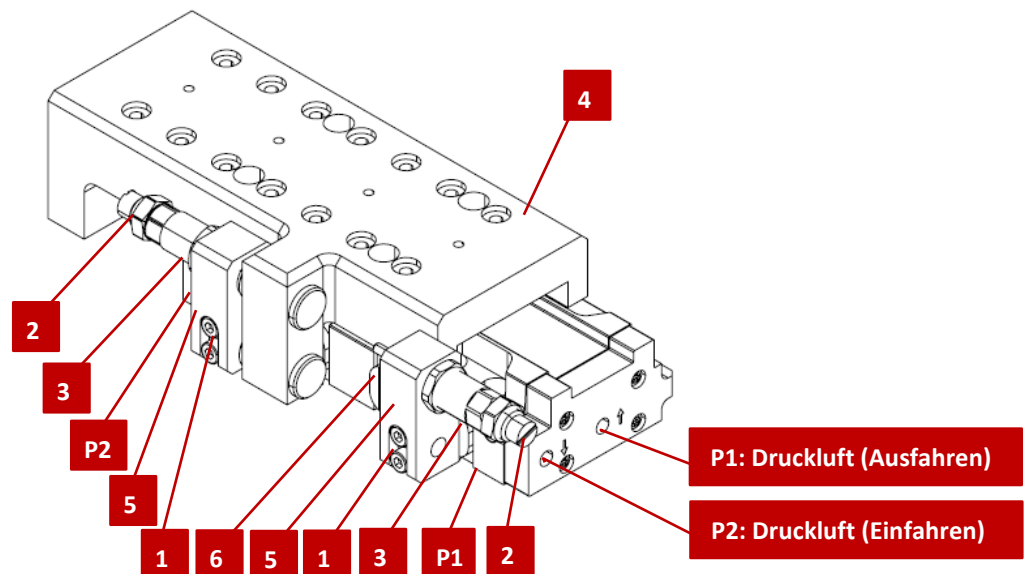

Abb. 26 Einbau und Einstellung Compact-Schlitten
1. Druckluft an P1 anschliessen (Abb. 26, P1) (Schlitten Ausfahren).
2. Klemmschraube (Abb. 26, 1) lösen.
3. Position durch Verdrehen der Anschlaghülse (Abb. 26, 3) einstellen.
4. Stossdämpfer durch Verdrehen einstellen (Abb. 26, 2).
5. Klemmschraube (Abb. 26, 1a) festziehen.
6. Druckluft an P2 anschliessen (Abb. 26, P2) (Schlitten Einfahren).
7. Klemmschraube (Abb. 26, 1b) lösen.
8. Position durch Verdrehen der Anlagschraube (Abb. 26, 3) einstellen.
9. Stossdämpfer durch Verdrehen einstellen (Abb. 26, 2).
10. Klemmschraube (Abb. 26, 1b) festziehen.